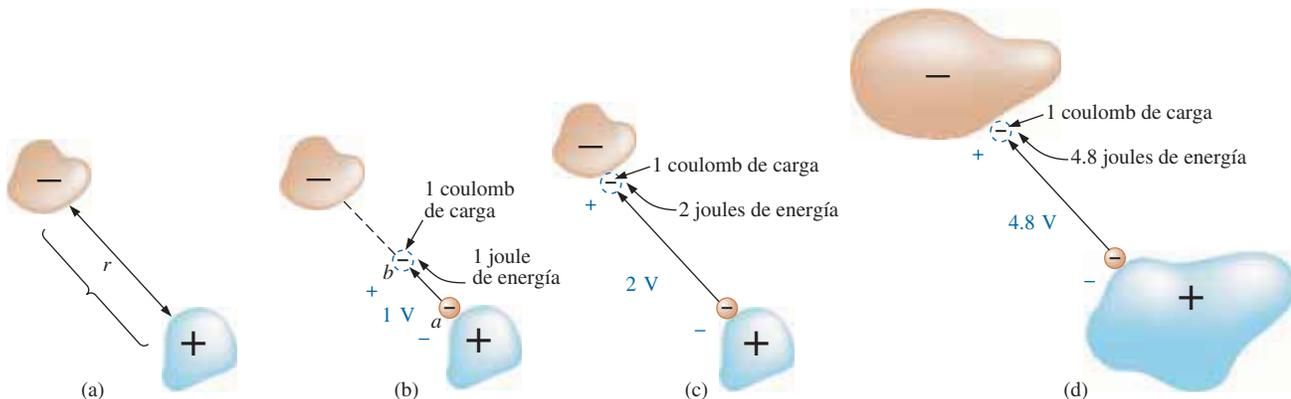

FIG. A2.5
En la figura A2.5(a), por ejemplo, un paquete de iones positivos estableció una región de carga positiva, y un paquete de una cantidad parecida de electrones estableció una región de carga negativa, separadas por una distancia  $r$ . Como no tendría caso hablar sobre el voltaje establecido por la separación de un solo electrón, un paquete de electrones llamado un **coulomb (C)** de carga se definió como sigue:
En la figura A2.5(b), si tomamos un coulomb de carga negativa cerca de la superficie de la carga positiva y lo acercamos a la carga negativa, debemos gastar energía para vencer las fuerzas repelentes de la carga negativa más grande y las fuerzas de atracción de la carga positiva. En el proceso de mover la carga del punto  $a$  al punto  $b$  en la figura A2.5(b):
Si ahora la carga se mueve hasta la superficie de la carga negativa más grande como se muestra en la figura A2.5(c), consumiendo 2 J de energía en el viaje, hay 2 V entre los dos cuerpos cargados. Si el paquete de carga positiva y negativa es mayor, como se muestra en la figura A2.5(d), se tendrá que consumir más energía para vencer las fuerzas repelentes más grandes de carga negativa grande y las fuerzas de atracción de la carga positiva grande. Como se muestra en la figura A2.5(d), se consumieron 4.8 J de energía, y el resultado fue un voltaje de 4.8 V entre los dos puntos. Por consiguiente, podemos concluir que se requerirían 12 J de energía para mover 1 C de carga negativa de la terminal positiva a la terminal negativa de la batería de 12 V de un automóvil.
Al mover el 1 C de carga de la figura A2.5(b), la energía consumida dependería de dónde nos encontráramos en el trayecto. Por tanto, la *posición* de la carga es un factor cuando se trata de determinar el nivel de voltaje en cada punto del trayecto. Como la **energía potencial** asociada con un cuerpo está definida por su posición, a menudo se aplica el término *potencial* para definir niveles de voltaje. Por ejemplo, la diferencia de potencial es de 4 V entre los dos puntos, o la **diferencia de potencial** entre un punto y tierra es de 12 V, etcétera.